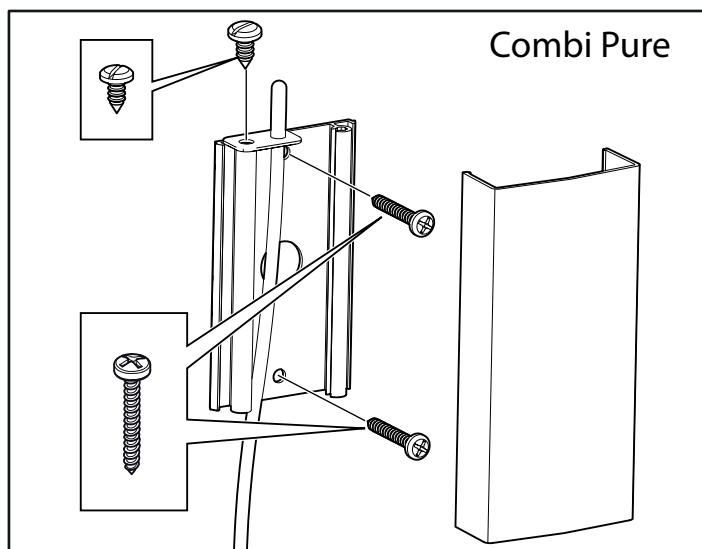
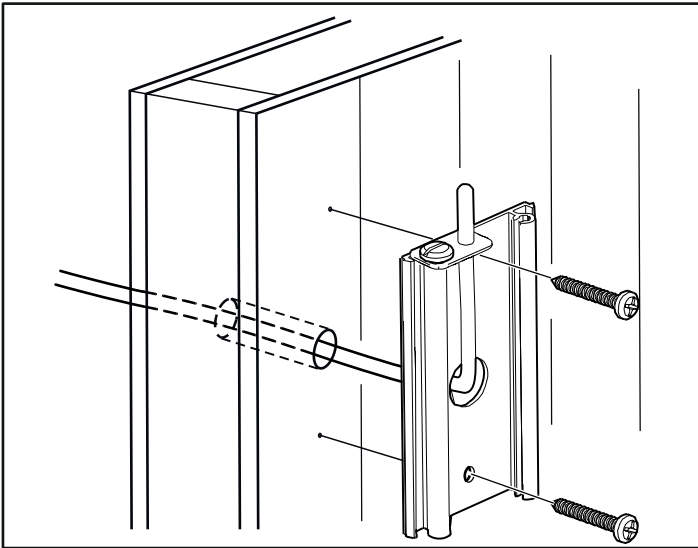

Fig. 15 : Montage de la sonde NTC - Combi Pure.
Fig. 17 : Câblage à travers la cloison - Combi Pure.
12. Monter la sonde sur la cloison, voir Fig. 15 et 16. Le conducteur du thermistor peut également passer à travers la cloison, voir Fig. 17 et 18. Boucher, le cas échéant, les orifices dans la cloison derrière la sonde. Le conducteur du thermistor peut être prolongé à l'extérieur du sauna avec un câble basse tension (2 conducteurs).